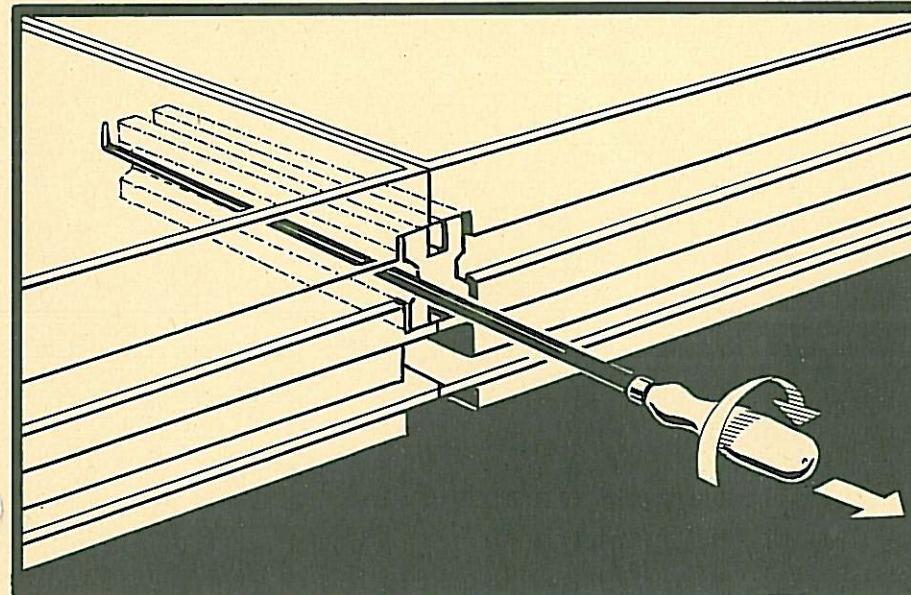

Bild Nr. 9 / Picture No. 9 / Illustration Nr. 9
**Demontage der Verbindungsstücke:** Hakenschlüssel 19250 neben dem Verbindungsstück einschieben. Nach einer Drehung um 90 Grad lässt sich das Verbindungsstück mit dem Hakenschlüssel herausziehen (Bild Nr. 9)